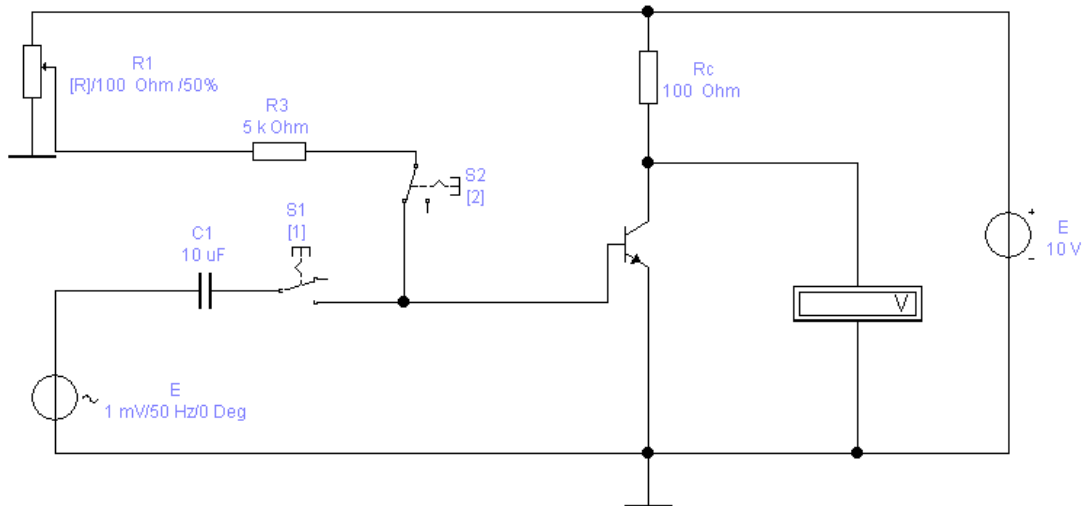

Рисунок 5.2 – Схема транзисторного підсилювача
1. Зібрати схему, показану на рис. 5.2. У схемі використати транзистор, вибраний з табл. 5.1 згідно варіанту.
2. Змінюючи R1 отримати $U_{сп}$ (увага, вимикачі S1, S2 мають знаходитися у положенні, показаному на рис. 5.2; S1 – розімкнений, а S2 – замкнений).